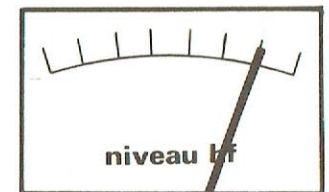

Fig. 6
- Régler VR03 afin de placer l'aiguille de l'indicateur comme indiqué sur la figure 6.